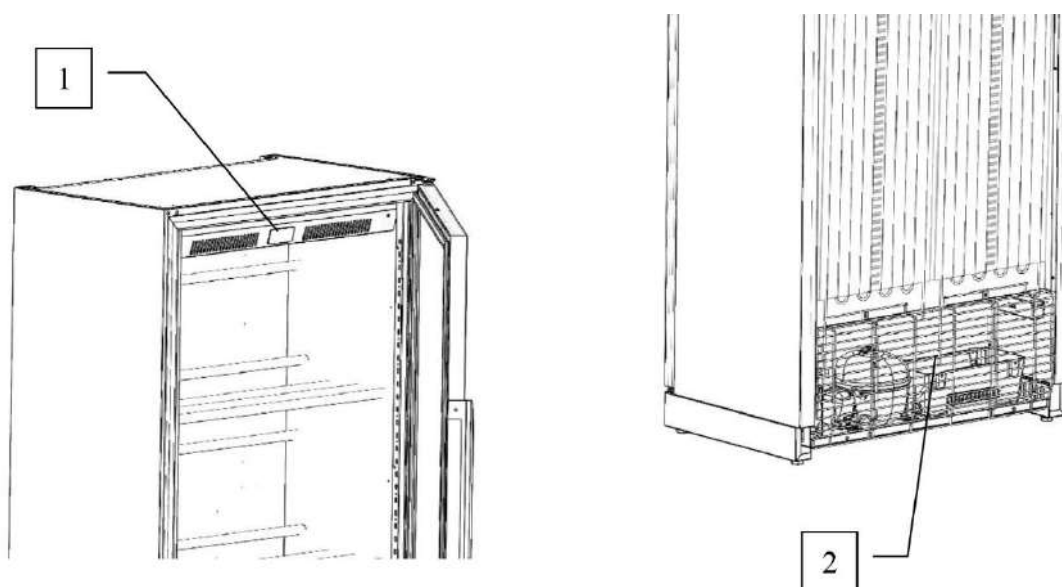

Рис.3
- Цифровой контроллер (№ 1, рисунок 3)
- Холодильная установка (№ 2, рисунок 3)